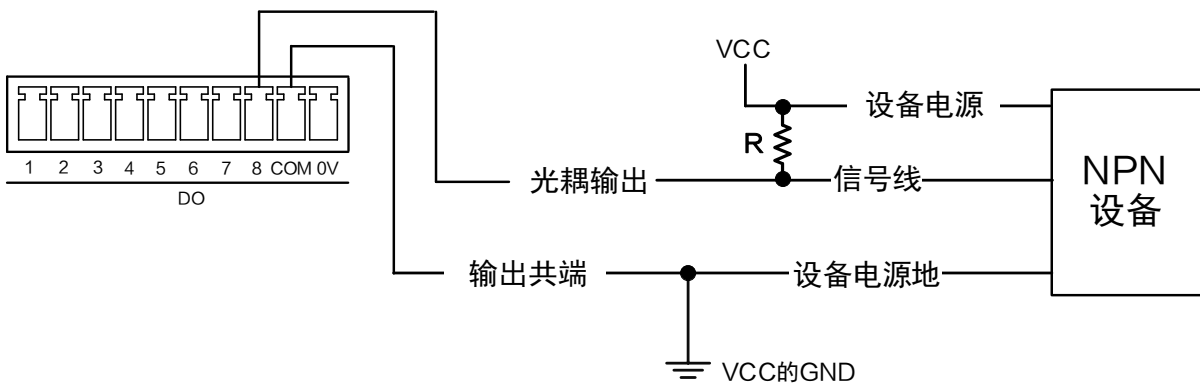

图4-9 输出信号接 NPN 设备（使用上拉电阻）
- NPN 设备的 VCC 为 12 V 或 24 V，自行外接上拉电阻，接线如图 4-9 所示。